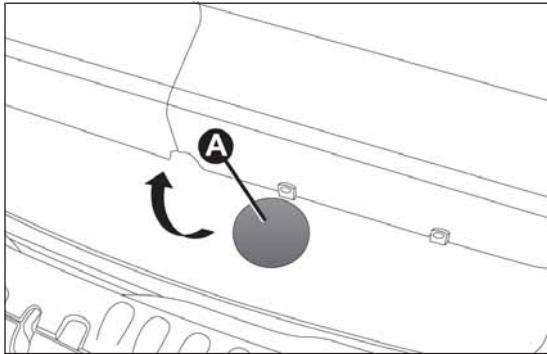
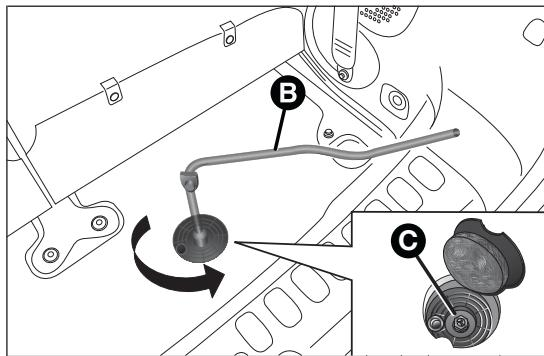

fig. 28
fig. 29
☐ sollevare lo sportellino A fig. 28 ubicato sul tappeto di rivestimento del bagagliaio, prendere la chiave B fig. 29 dalla borsa portattrezzi ed inserirla sul dispositivo C;
- ☐ ruotare la chiave B fig. 29 in senso antiorario in modo da svitare il bullone di bloccaggio supporto ruotino di scorta per consentire la discesa di quest'ultimo;